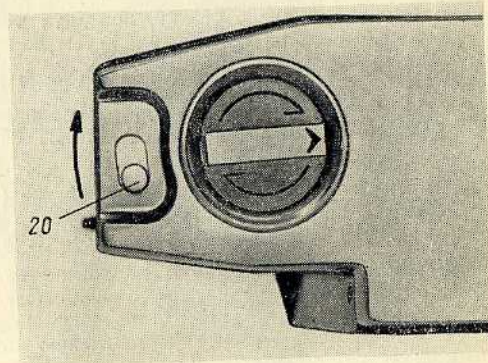

Рис. 6. Замок задней стенки
2. Открыть заднюю стенку, повернув кнопку замка 20 (рис. 6) по направлению стрелки до упора и затем нажав на нее.